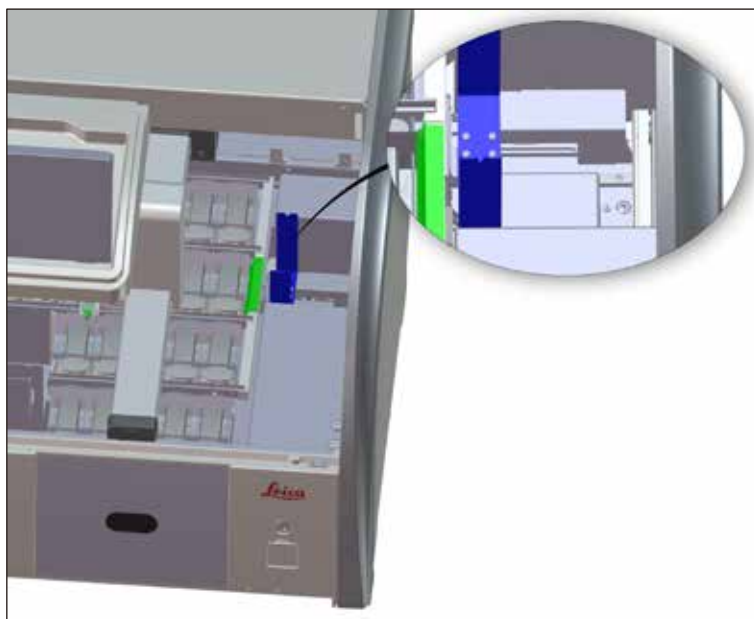

図98
- 搬送ステーション(→「図98」)は、試薬残渣がないか定期的に点検し、必要に応じて低刺激性で pH 中性の市販の洗浄剤で清掃します。